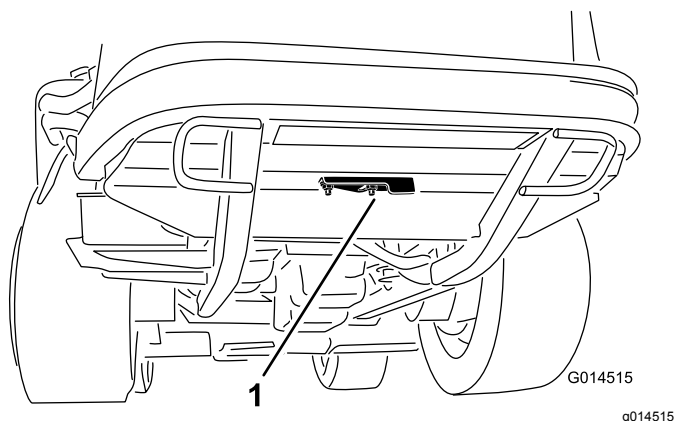

图42
2. 松开将清扫孔盖固定到后机架下面的凸缘螺母图42。将清扫孔盖旋转到一侧露出机架内的清扫孔。